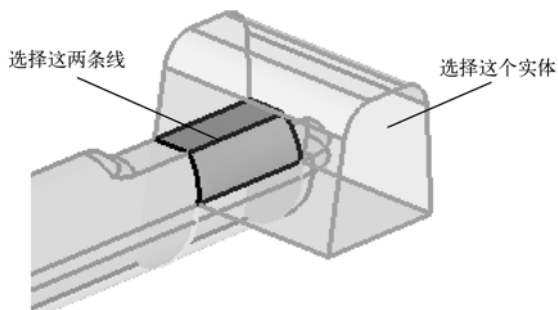

图 3-36 选择实体和边线 2
- (1) 进入 trim with plane/surf 子面板。
- (2) 激活 with plane>solids 选择器，选择如图 3-36 所示实体。